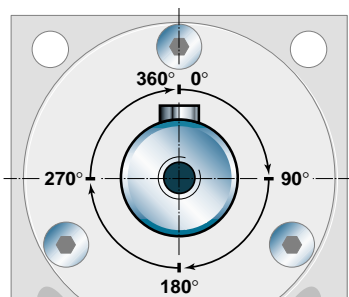

fig. 1
Il cilindro viene fornito con la linguetta del pignone in posizione centrale (vedi fig. 1) e la rotazione avviene in senso orario.
*the cylinder can be supplied with the pinion tongue in central position (see fig. 1), and the rotation is clockwise.*